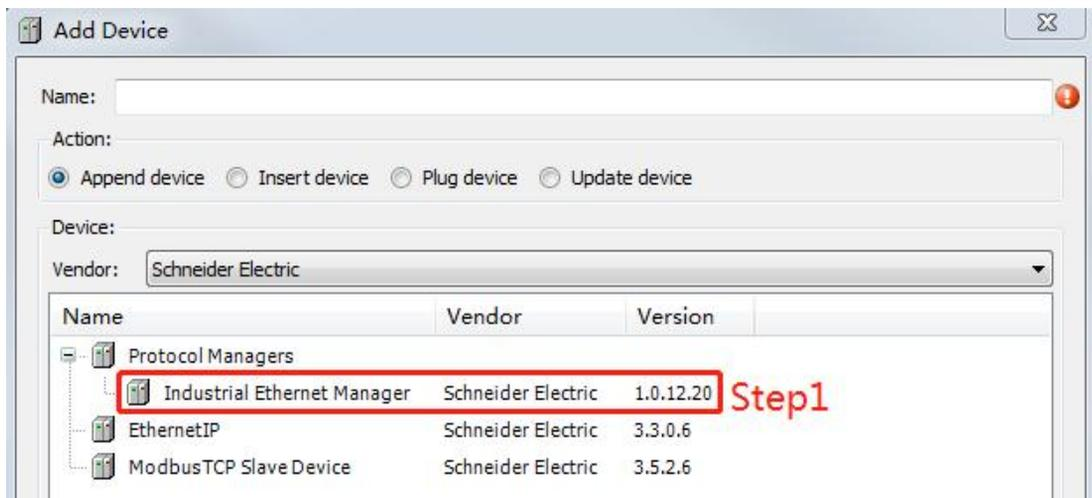

图 5-3-9
- 如图 5-3-9 所示，双击添加工业以太网管理器（Industrial Ethernet Manager）。